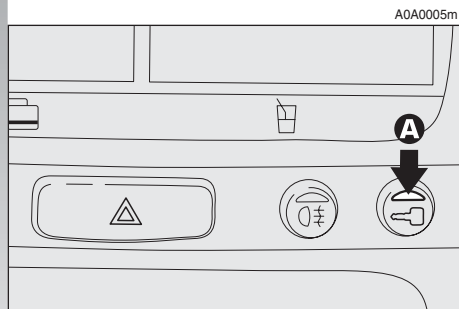

fig. 7
La activación de la alarma está precedida por una fase de autodiagnóstico caracterizada por una frecuencia distinta de parpadeo del led de disuasión (**A-fig. 7**) ubicado en el salpicadero. En caso de que el sistema detecte una anomalía, emite otro "BIP" de señalación.
Una vez activada la alarma, el led de disuasión (**A-fig. 7**) ubicado en el salpicadero, parpadea para indicar el estado de vigilancia del sistema. El led parpadea mientras el sistema de alarma permanece en estado de vigilancia.
**ADVERTENCIA** Si una vez desactivado el sistema, el led de disuasión (**A-fig. 7**) ubicado en el salpicadero permanece encendido (2 minutos como máximo o hasta colocar la llave de contacto en **MAR**) es necesario recordar que:
El led de disuasión (**A-fig. 7**) ubicado en el salpicadero se enciende durante unos 2 segundos para confirmar que la función se ha excluido.